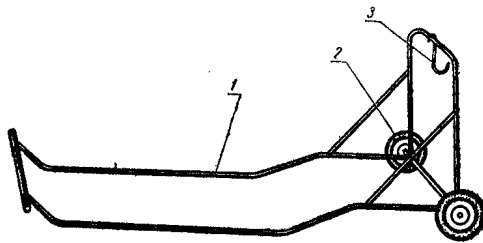

Рис. 5. Тележка для перемещения грузов
24. Тележка для перемещения грузов (рис. 5).
Транспортировка генераторов производится краном, генераторы малой мощности транспортируются тележкой (рис. 5).